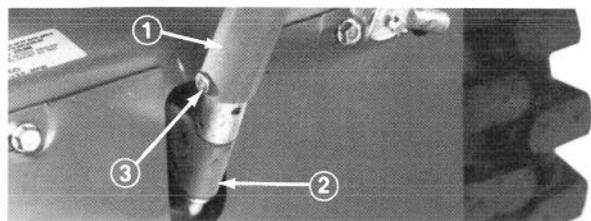
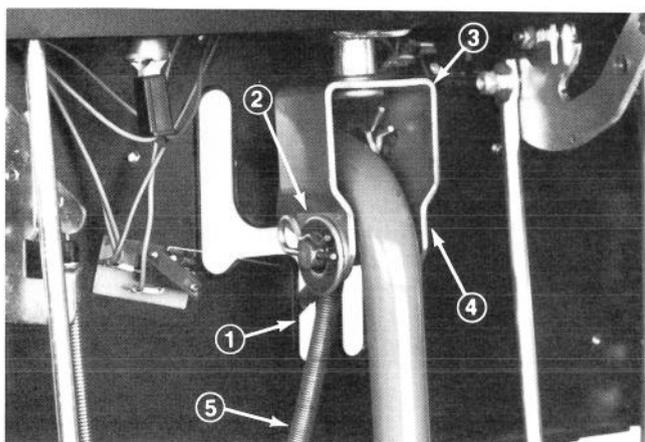

Figure 9
Figure 10
2. Par derrière, glissez la tige de commande sur le tube du bas (Fig. 9) et le levier de commande des roues dans la fente de lère vitesse du tableau de commande (Fig. 10). Ensuite, alignez les trous du pivot de commande des roues avec le support-pivot en U, puis fixez les pièces en place avec la
4. Vissez le pommeau noir sur le levier de commande des roues et installez le ressort de tension entre les trous du pivot de commande des roues et du tableau de commande (Fig. 10, 11).
5. Alignez les trous du bas de la tige de commande avec le trou du tube au centre de l'unité de traction (Fig. 9). Fixez ensuite les pièces ensemble à l'aide de la cheville d'étrier et de la goupille fendue (Fig. 9).